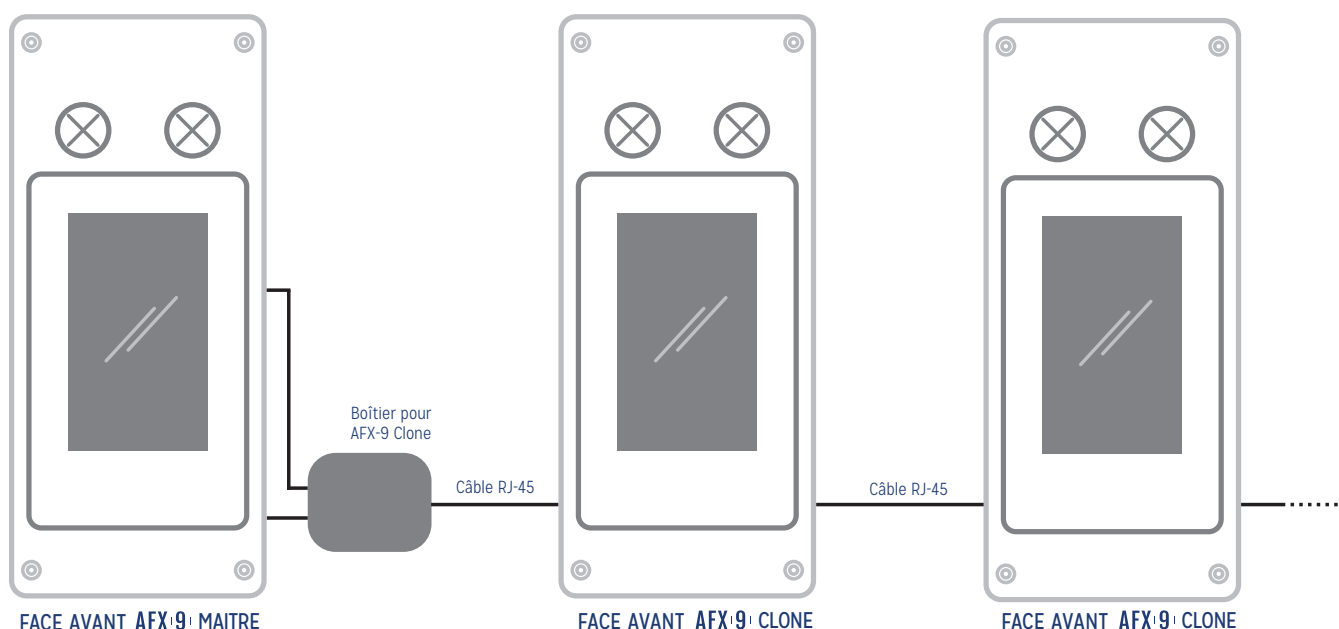

Figure 39 Fonctionnement de l'AFX-9 Clone -
*Exemple d'utilisation :* Un **AFX-9** (dit maître) est installé dans une salle d'opération dont l'accès est restreint. L'utilisateur veut pouvoir avoir connaissance des valeurs affichées sur l'**AFX-9 Maître** dans une autre pièce. Pour résoudre ce besoin, il lui suffit d'installer un **AFX-9 Clone** dans la salle en question (Figure 39).